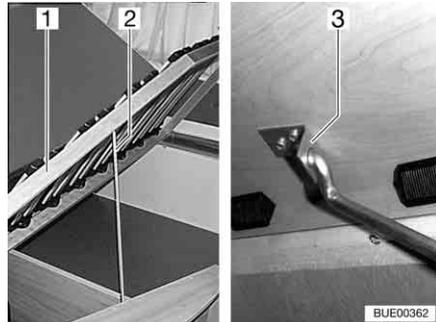

Fig. 86 Lit fixe
- Soulever le sommier à lattes (Fig. 86,1), détacher la tige (Fig. 86,2) de l'ancrage et l'insérer dans le trou du support (Fig. 86,3).
- Soulever le sommier à lattes (Fig. 86,1), détacher la tige (Fig. 86,2) du support (Fig. 86,3) et l'insérer dans l'ancrage.